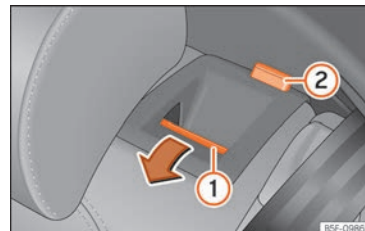

Abb. 163 In der Rückenlehne des Rücksitzes: Entriegelungstaste **1**; rote Markierung **2**.
- Ziehen Sie die Entriegelungstaste » **Abb. 163 1** in Pfeilrichtung und klappen Sie gleichzeitig die Lehne vor.
Die Rücksitzlehne ist entriegelt, wenn die rote Markierung des Tasters » » » **Abb. 163** ② sichtbar ist.